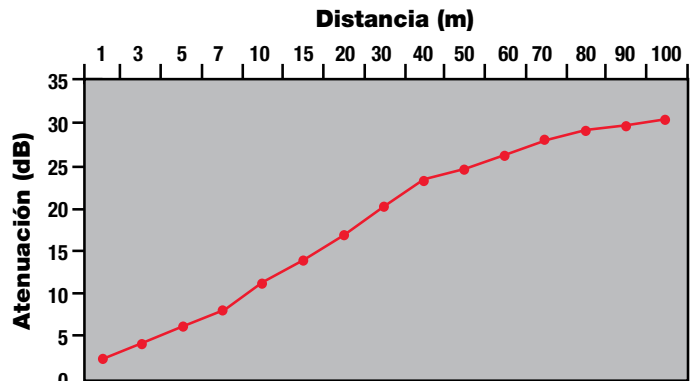

Figura 7: Reducción del sonido en la distancia
5. Maximizar la distancia: cuando no haya paredes reflectoras para aumentar el ruido producido por el grupo electrógeno, el nivel de ruido disminuirá aproximadamente en 6 dB(A) cada vez que se duplique la distancia (ver la Figura 7). Sin embargo, si la medianera se encuentra dentro del campo cercano de un grupo electrógeno, el nivel de ruido puede no ser predecible. Un entorno de campo cercano es cualquier ubicación dentro de dos veces la dimensión más grande de la fuente de ruido (grupo electrógeno).